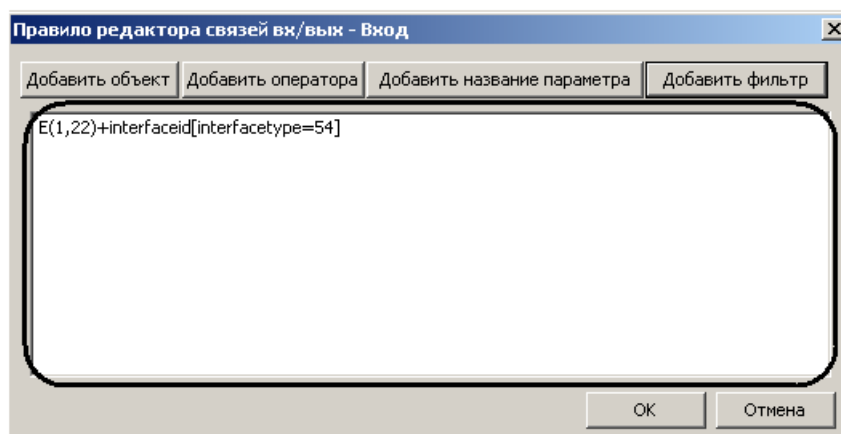

Рис. 3.6—24 Формула правой части правила
- 4 Нажать кнопку **Применить** для сохранения изменений и возврата на панель настроек контроллера (см. Рис. 3.6—17, 5).